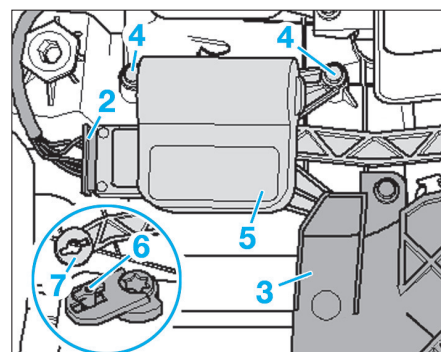

Fig. 29
- Débrancher le connecteur électrique (2) (Fig.29).
- Déposer le cache (3) et les vis (4).
- Déposer le servomoteur (5).
- Détacher le levier (6) de la tringle (7).